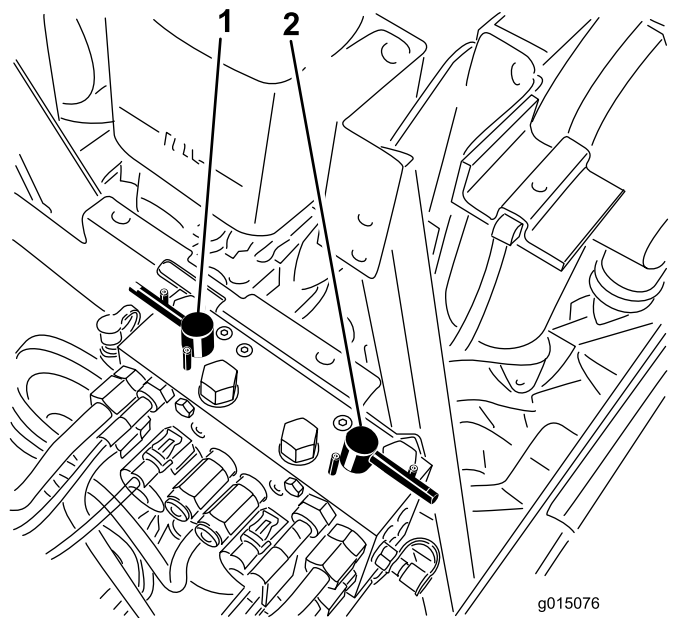

Рисунок 122
4. Выберите передний, задний или оба рычага обратного вращения, чтобы определить, заточку каких режущих блоков необходимо произвести (**Рисунок 122**).